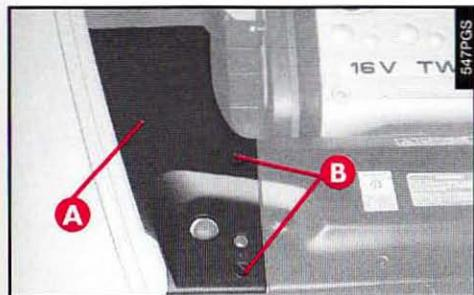

fig. 30
Pour accéder au bouchon de la goulotte de remplissage du réservoir lave-glace/lave-phares, enlever la couverture (A-fig. 30) après avoir tourné les pions (B).